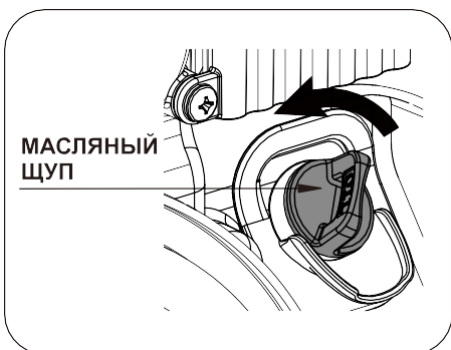

Рисунок 2. Проверка уровня моторного масла.
- Выкрутите масляный щуп двигателя Рис. 2 и протрите его.